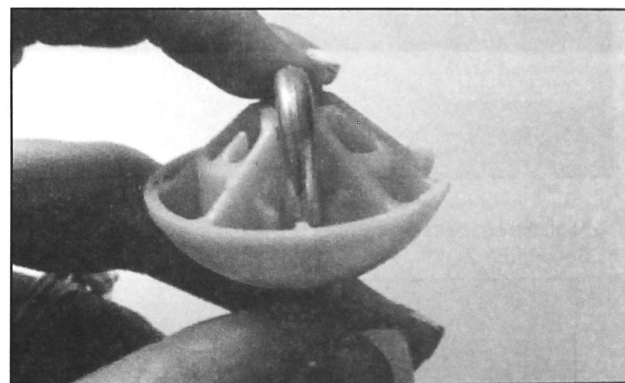

FIGURE 4
5. Introduire l'extrémité du crochet de la tige de suspension amortie dans le creux de la butée hémisphérique de suspension. Voir la *Figure 4*.